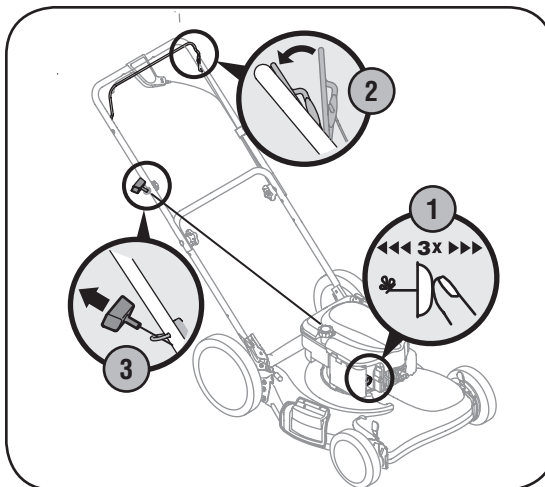

Figura 4-2
1. Oprima el cebador tres veces. Espere aproximadamente dos segundos entre cada presión. Vea la Figura 4-2. En climas con temperaturas de alrededor de 55° F o menos, oprima el cebador cinco veces. No debe el motor caliente para reiniciarlo luego de una detención breve.
2. Colóquese detrás de la podadora, apriete la manija de control de la cuchilla y sosténgala contra la manija superior. Ver la Figura 4-2.
3. Sostenga firmemente las dos manijas juntas, tome la manija del arrancador de retroceso y tire de la cuerda para sacarla con un movimiento rápido y continuo. Vea la Figura 4-2. Mantenga firme la manija del arrancador, deje que la cuerda regrese lentamente al arrancador. Repita hasta que el motor esté en marcha. Deje que la cuerda se enrolle lentamente de regreso.